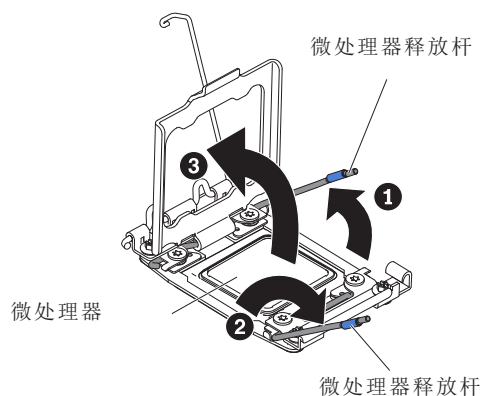

图 189. 打开释放杆
2. 将散热器从服务器中取出。卸下后，将散热器（导热油脂面向上）放在清洁的平面上。打开微处理器插座释放杆和固定器，如图 189 中所示。